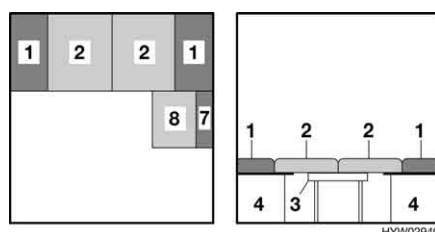

Fig. 54 Dopo la trasformazione
- Collocare i cuscini dello schienale (Fig. 54,1) sulla parete esterna. Rispettare la forma cuneiforme.
- Premere entrambi i cuscini del divano (Fig. 54,2) fra i cuscini dello schienale.